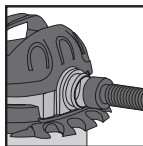

FIGURA 18
39. Esta aspiradora puede utilizarse como un soplador potente. Para utilizar la unidad como un soplador, extraiga cualquier obstrucción de la manguera. Inserte la manguera de la máquina dentro del puerto del soplador en la parte posterior de la unidad. **FIGURA 18.** Tuerza